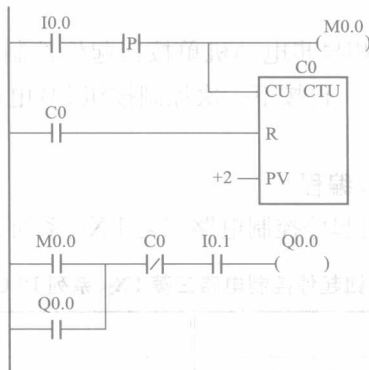

图 4 三相异步电动机单按钮起停控制电路
(2) 三相异步电动机单按钮起停控制电路西门子 S7-200 型 PLC 控制梯形图如图 4 所示。